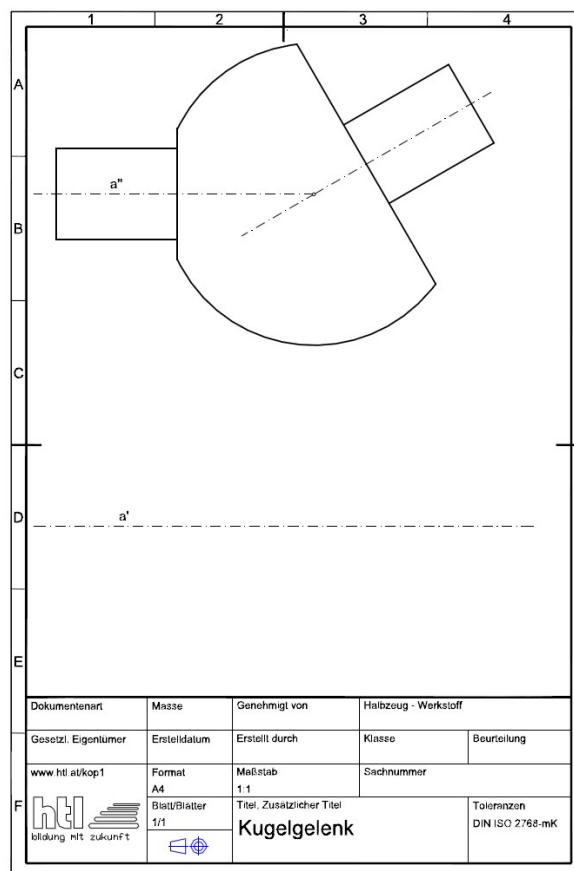

Abb. 3
- 1.) Konstruieren Sie den Grundriss des im Aufriss gegebenen Gelenks. (Abb. 3)